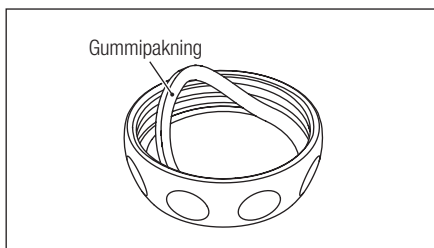

Fig. 13
- 2) Fjern gummipakningen og ta av lokket til pulverkammeret. (Fig. 13)